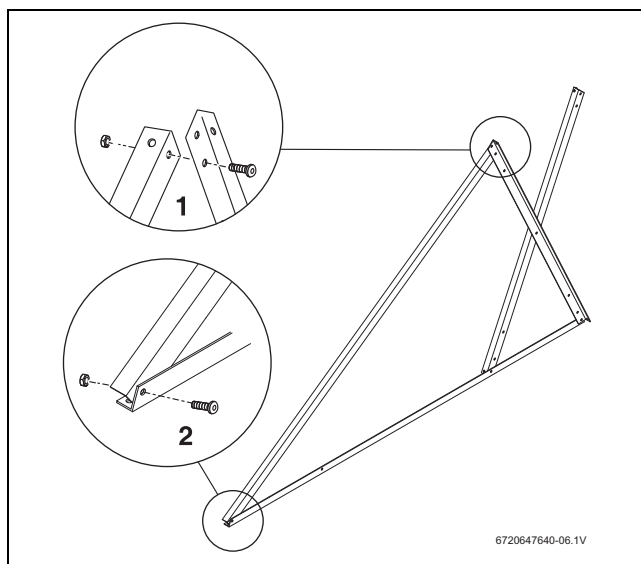

Fig. 19 Montar el perfil de soporte del captador
- ▶ Atornillar el perfil de soporte del captador por arriba al perfil de soporte del acumulador (Fig. 19, [1]) y por debajo [2].